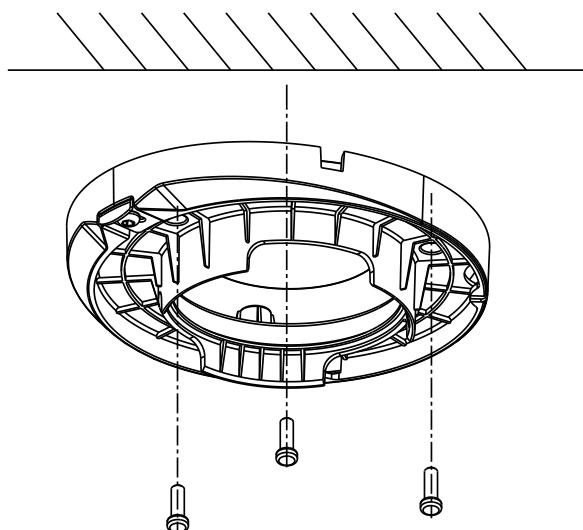

Рис. 3.4.1.1. Монтаж видеокамеры LTV CTL-910 48
4. Установите монтажное основание на поверхность и надежно зафиксируйте саморезами, как показано на рис.3.4.1.1.